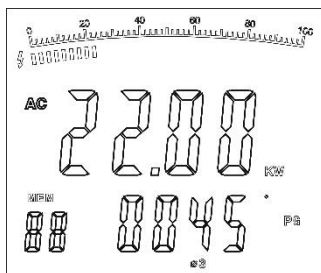

Figura 11
- Após a gravação da medição de potência de corrente bifásica, pressione SEL de novo para selecionar  $\text{3}$ . A tela dupla mostra o valor KW de potência ativa e o PG trifásico, como na figura 11.